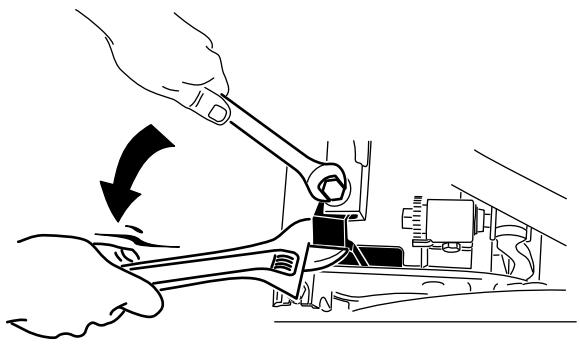

図 6
**注** ピボット・アーム取り付け用のネジを締め付けるときには、モンキー・レンチを使ってピボット・アームをサイド・プレートに平行に押さえておく（図 6）。